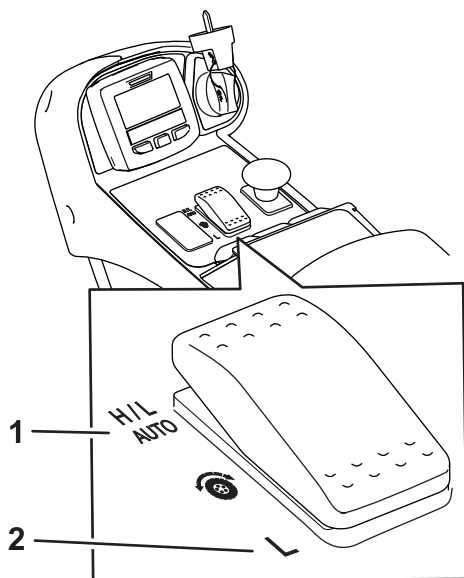
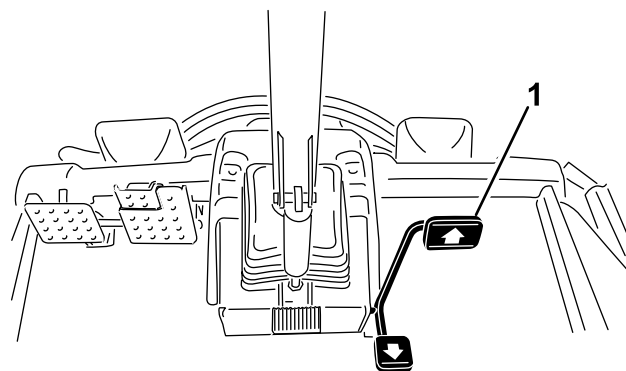

**Figura 27**
**Figura 28**
- În condiții normale de funcționare, această maină este destinată să funcționeze în poziția H/L AUTO a comutatorului pentru gama de viteze (Figura 27). Această poziție permite mainii să comute automat între gamele de viteze reduse i mari, după cum maina este utilizată pentru tunderea ierbii sau transport.
- Atunci când selectai poziția REDUSĂ a comutatorului pentru gama de viteze (Figura 27), maina va funcționa întotdeauna în gama de viteze reduse. Această setare este de preferat pentru operarea într-o zonă de atelier, încărcarea sau descărcarea de pe o remorcă, urcarea pe pante abrupte sau orice altă operațiune în care nu se dorește o viteză de traciune mai mare din gama de viteze mari.
Această maină este echipată cu 2 game de viteze de traciune: reduse i mari. Cu ajutorul comutatorului pentru gama de viteze puteți selecta următoarele poziții (Figura 27):
Această caracteristică permite posibilitatea de a seta viteza maximă a mainii atunci când apăsați pedala complet în față (Figura 28). Puteți seta o viteză separată pentru gama de viteze reduse și cea pentru viteze mari (Figura 27).